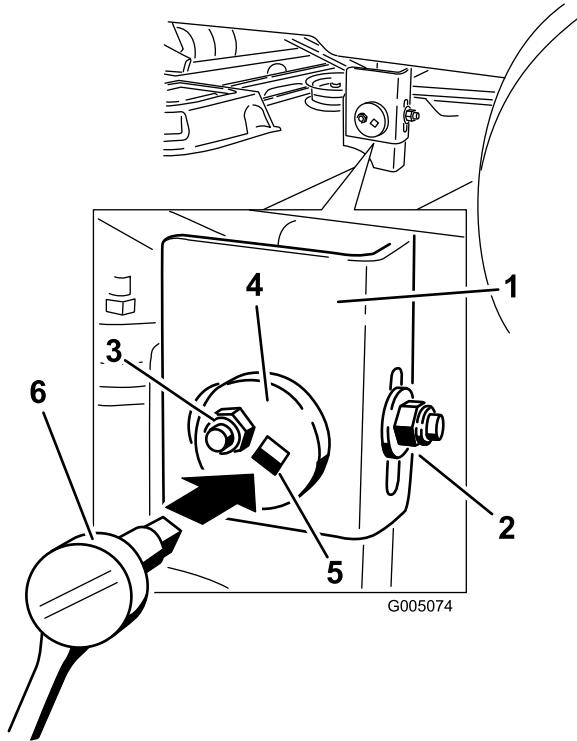

Figura 48
- Mueva al lado izquierdo de la máquina. Afloje, pero no retire, la tuerca de bloqueo trasera de la barra de soporte (Figura 48).
- excéntrica (Figura 48). Utilice una llave de extensión de 3/8 pulgada de una llave de tubo para manipular la placa excéntrica. Utilice la llave para ajustar la altura de la plataforma del cortacésped a la altura deseada.
- Cuando la plataforma esté en la posición deseada, apriete la tuerca de bloqueo lateral de la barra de soporte para fijar la posición nueva (Figura 48). Apriete la tuerca de bloqueo trasera de la barra de soporte.